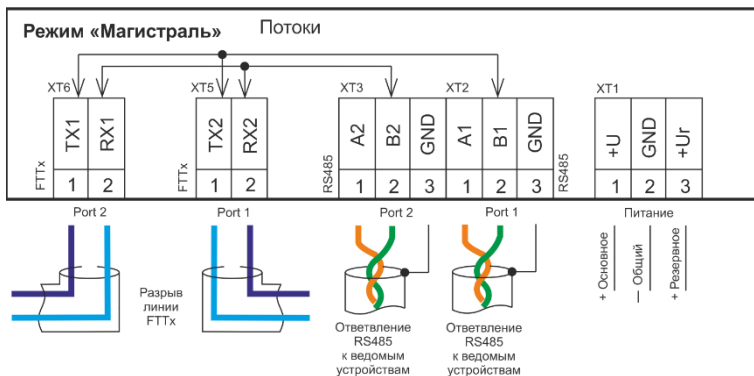

Рис. 5 Режим работы «Магистраль»
5.3 Режим работы «Магистраль» (см. рисунок 5)